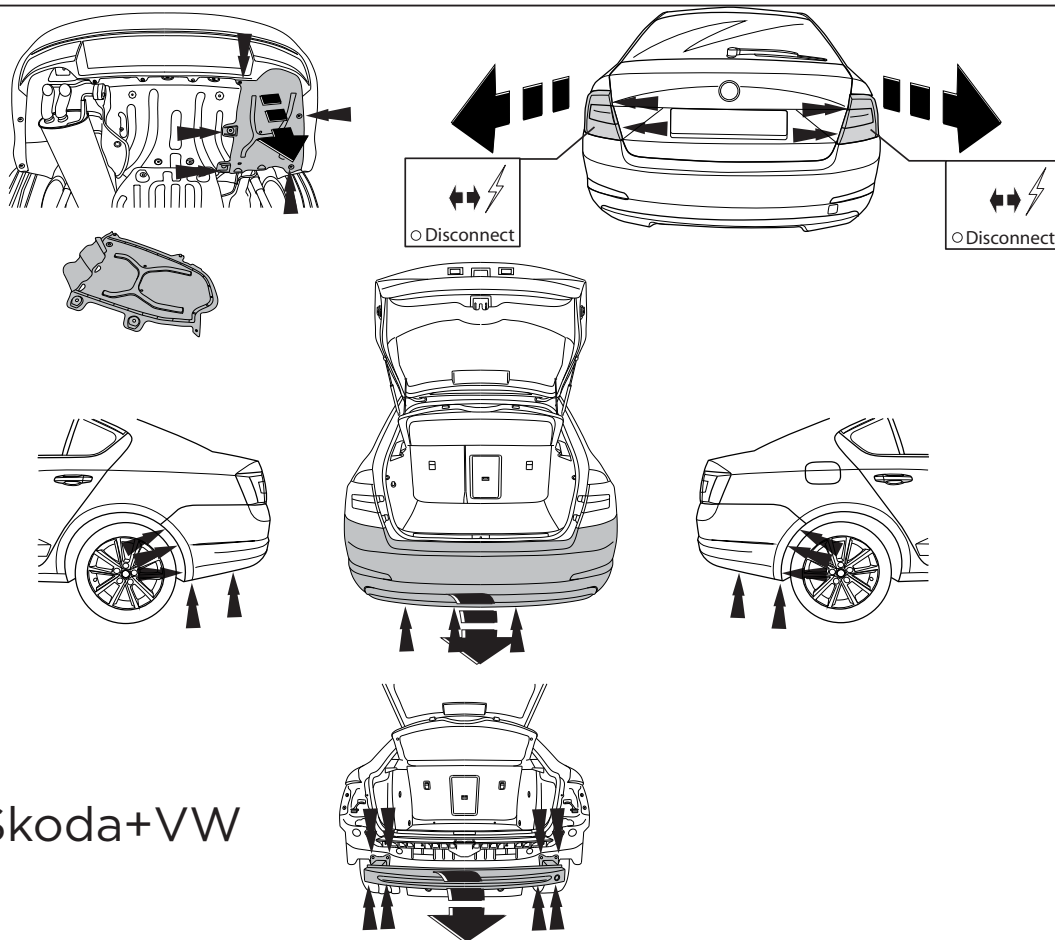

Fig.1
2. Снять пластмассовые защитные колпаки. Снять бампер вместе со стальным буферным брусом автомобиля. Буферный брус больше не понадобится. Поставить болты на место. См. рисунок 1; 1a.